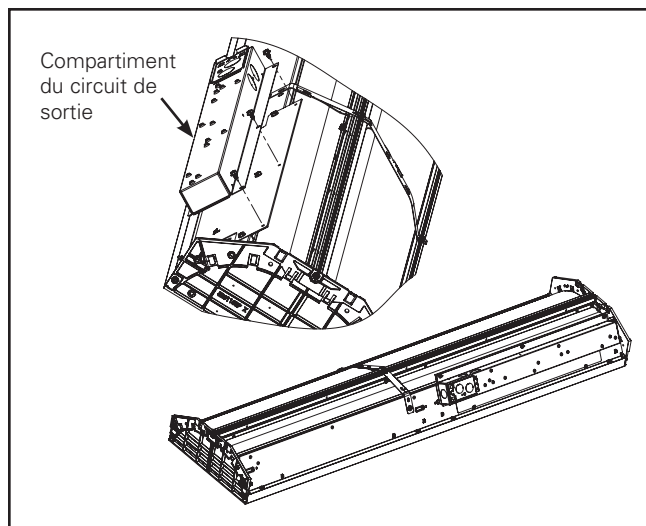

Figure 4.
4. Insérez le compartiment du circuit de sortie et vissez fermement en place (Figure 4).